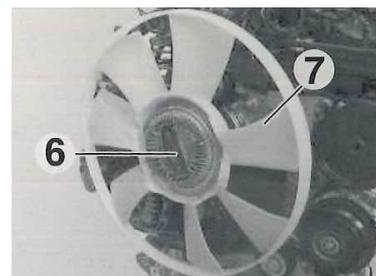

fig.1
- 1 El siguiente paso es vaciar el circuito de refrigeración y desmontar el ventilador con el viscoso (fig. 1).